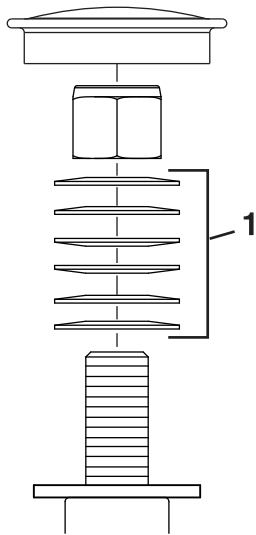

Figura 89
3. Retire el tapón guardapolvo de la rueda giratoria y apriete la contratuerca (**Figura 89**).
4. Apriete la contratuerca hasta que las arandelas de muelle estén planas, luego afloje $\frac{1}{4}$ de vuelta para establecer la pre-carga correcta de los cojinetes (**Figura 89**).
Importante: Asegúrese de que las arandelas de muelle están correctamente instaladas, según se muestra en **Figura 89**.
5. Coloque el tapón anti-polvo (**Figura 89**).